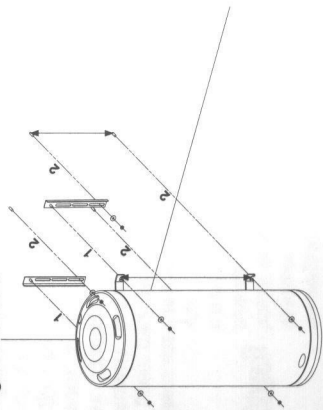

Figure 6 - Entraxe existant trop petit
- ① L'entraxe des ancrages existants est plus petit que celui des pattes de fixation du chauffe-eau
- > Fixer les pattes transferts à la patte supérieure du chauffe-eau. (Figure 6)